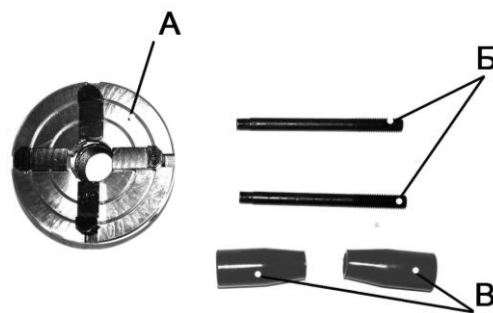

Рис. 2
3. КОМПЛЕКТНОСТЬ (Рис. 2)
5. УСТРОЙСТВО И МОНТАЖ (Рис. 2 - 4)
5.2. Сборка и монтаж (Рис. 2 - 4)
5.2.1. Перед началом установки патрона соберите ключи (7). На шпильку (Б) накрутите ручку (В), Рис. 2, 4.